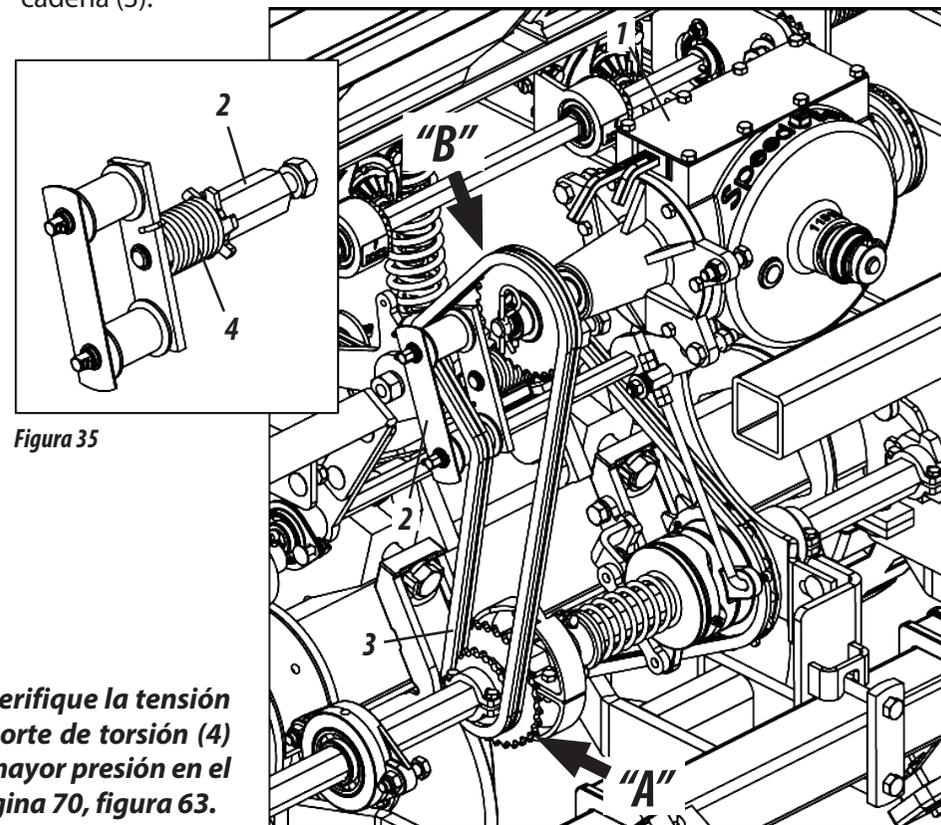

Figura 35
REGULADO PARA DISTRIBUCIÓN DE ABONO (FIGURA 35)
El regulado de la semilla es hecho a través de la *Speed Box* (1). Para obtener más regulados efectúe la inversión de la cadena en el engranaje motor "A" y movido "B", **conforme muestra la figura 35.** Para hacer la inversión de la cadena en los engranajes, proceda de la siguiente forma:
- 1- Primero, gire el estirador (2), retirando la tensión de la cadena (3).
- 2- Después haga la inversión de la cadena (3) conforme la necesidad de trabajo.
- 3- Luego, suelte el estirador (2) liberando el mismo, retornando la tensión a la cadena (3).